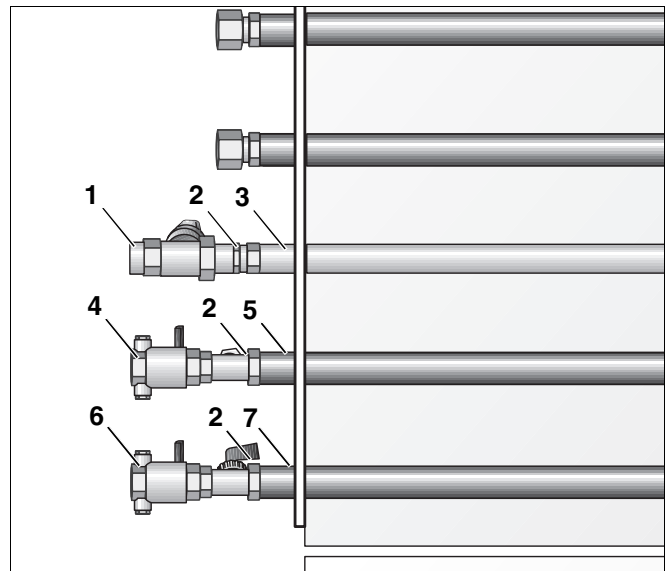

Abb. 21 Armaturen-Set horizontal montieren
- Gasarmatur (Abb. 21, **Pos. 1**) mit eingelegter Dichtung (Abb. 21, **Pos. 2**) an der Überwurfmutter des Anschlussrohres Gas (Abb. 21, **Pos. 3**) befestigen.
- Vorlaufarmatur (Abb. 21, **Pos. 4**) mit eingelegter Dichtung (Abb. 21, **Pos. 2**) an der Überwurfmutter des Anschlussrohres VK (Abb. 21, **Pos. 5**) befestigen.
- Rücklaufarmatur (Abb. 21, **Pos. 6**) mit eingelegter Dichtung (Abb. 21, **Pos. 2**) an der Überwurfmutter des Anschlussrohres RK (Abb. 21, **Pos. 7**) befestigen.